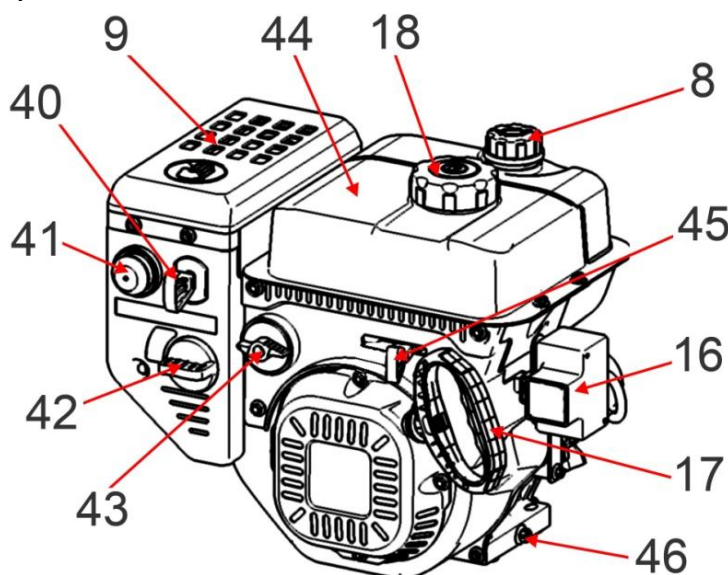

Рис. 12
- Открутите крышку (8). Крышка имеет встроенный щуп уровня масла.
- Снова выньте щуп – и на нем останется метка уровня масла. Если уровень масла меньше нижней линии (L) на щупе, долейте масло до отметки МАКСИМУМ (символ «H») на щупе.
- Для слива отработанного масла, очистите поверхность около сливной пробки (46)(См. Рис.12).
Органы управления двигателя (См. Рис.12)
- Установите рычаг крана подачи топлива (43)(См. Рис.12) в положение «Открыто» (ON).
- Поставьте рычаг привода воздушной заслонки (42)(См. Рис. 12) в следующее положение:
- Установите рычаг управления оборотами двигателя (дроссельной заслонки)(45)(См. Рис.12) в максимальное положение «Заяц» (влево).
- Нажмите несколько раз на «праймер» (кнопка ручной подачи топлива) (41)(См. Рис.12), что бы накачать топливо в камеру сгорания карбюратора.
- Для электрического запуска «с ключа», вставьте ключ в замок электростартера (16)(См. Рис.12; 13).
- «**ВКЛ**» (ON). Зажигание включено. Двигатель можно запускать ручным стартером.
- 4.3.1. Откройте топливный кран (43)(См. Рис.12).
- 4.3.2. Закройте воздушную заслонку карбюратора (42)(См. Рис.12).
- После запуска двигателя полностью откройте воздушную заслонку карбюратора (42)(См. Рис.12).
- Установите рычаг управления оборотами двигателя (дроссельной заслонки)(45)(См. Рис.12) в положение «Черепаша» (вправо).
- Установите кран подачи топлива (43)(См. Рис.12) в положение «ВЫКЛ» (OFF).
- Если выбранной мощности недостаточно, можно увеличить число оборотов двигателя, установив привод дросселя (45)(См. Рис.12) в положение «Заяц» (влево). Увеличение оборотов двигателя так же прибавит производительности и силу выброса снега из желоба снегоотвода.